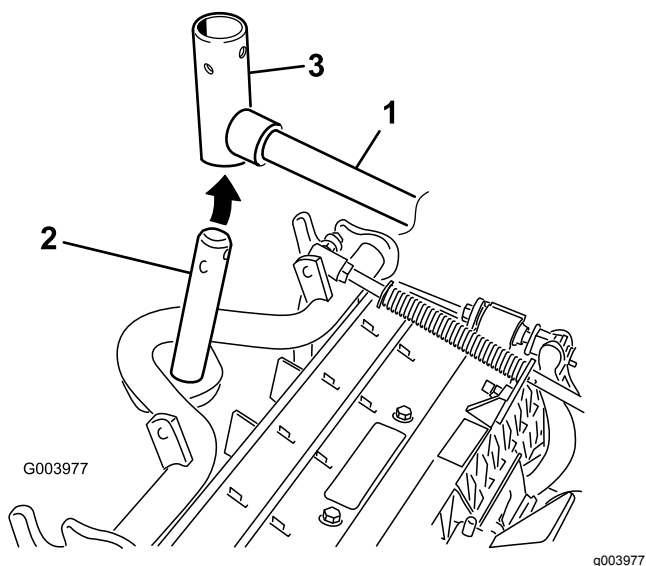

図 11
8. フロントに取り付けるカッティングユニットは、昇降アームの下に入れるときにキャリアフレームのシャフトを昇降アームのピボットヨークに挿入する 図 11。
- B. 昇降アームのヨークをキャリアフレームのシャフトに通す 図 11。